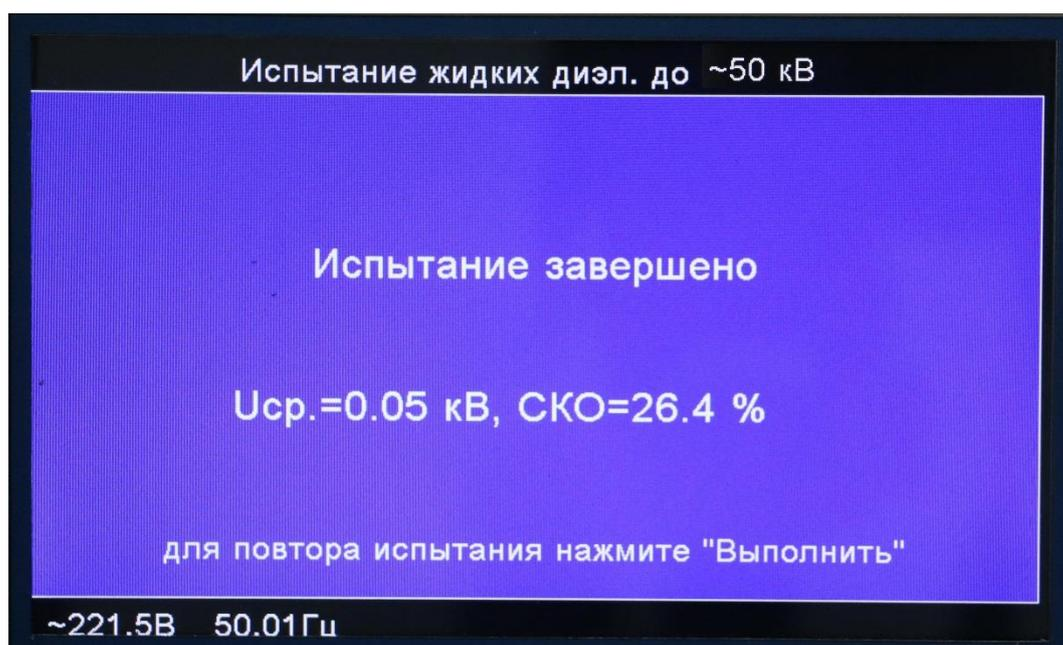

Рис.8.21.
8.8.8. По окончании цикла испытаний на экран будет выдано сообщение «ИСПЫТАНИЕ ЗАВЕРШЕНО» и выведены результаты испытаний (рис. 8.21), где $U_{\text{ср}}$ - среднее арифметическое значение пробивного напряжения; $СКО$ - средняя квадратичная ошибка среднего арифметического значения пробивного напряжения.